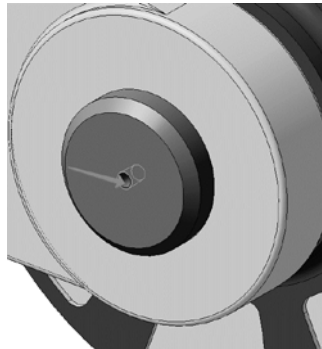

Рис. 121. Выбор сопрягаемой поверхности детали «Ось»
10.4.6 Укажите коническую грань отверстия (рис. 121).